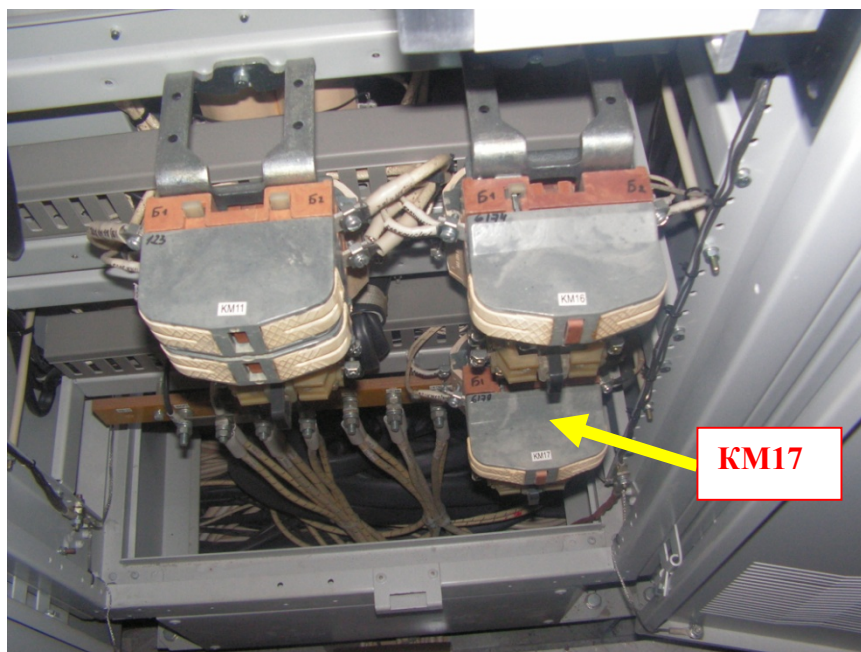

Рисунок 22 – Контактора КН11, КМ16, КМ17 в шкафу МПСУиД
- В шкафу МПСУиД (со стороны стены кузова) проконтролировать порядок включения КМ17 (рис.22) (включается на 2 секунды).